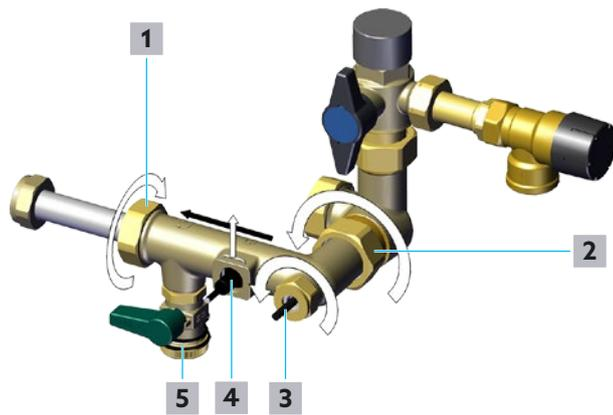

Fig. 35: Nettoyage de la turbine de mesure
- 7** Desserrer l'agrafe du capteur de débit (position **4** sur la Fig. 35 en page 38) et la mettre de côté.
- 8** Desserrer l'écrou d'accouplement du capteur de température - Eau potable froide/bouclage d'E.C.S. S3 (position **3** sur la Fig. 35 en page 38).
- 9** Retirer avec précaution le capteur de débit - Circuit E.C.S. (position **4** sur la Fig. 35 en page 38) et le capteur de température - Eau potable froide/bouclage d'E.C.S. S3 (position **3** sur la Fig. 35 en page 38) de la robinetterie.
- 11** Desserrer l'écrou d'accouplement - Aller eau potable froide (position **2** sur la Fig. 35 en page 38) à l'aide d'une clé plate de 38 mm.
- 12** Desserrer l'écrou d'accouplement - Côté échangeur de chaleur (position **1** sur la Fig. 35 en page 38) à l'aide d'une clé plate de 37 mm.
- 14** Nettoyer la douille avec la turbine de mesure. Éliminer les résidus tels que les restes de chanvre avec de l'eau (courante). Diriger l'eau courante à travers la robinetterie dans le sens inverse du sens du débit (de la direction de la position **1** vers la direction de la position **2** sur la Fig. 35 en page 38). Un tuyau d'arrosage équipé d'une buse de pulvérisation appropriée est particulièrement adapté à cet effet.
- 4 Installer le capteur de débit - Circuit E.C.S. (position 4 sur la Fig. 35 en page 38) et le capteur de température - Eau potable froide/ bouclage d'E.C.S. S3 (position 3 sur la Fig. 35 en page 38).